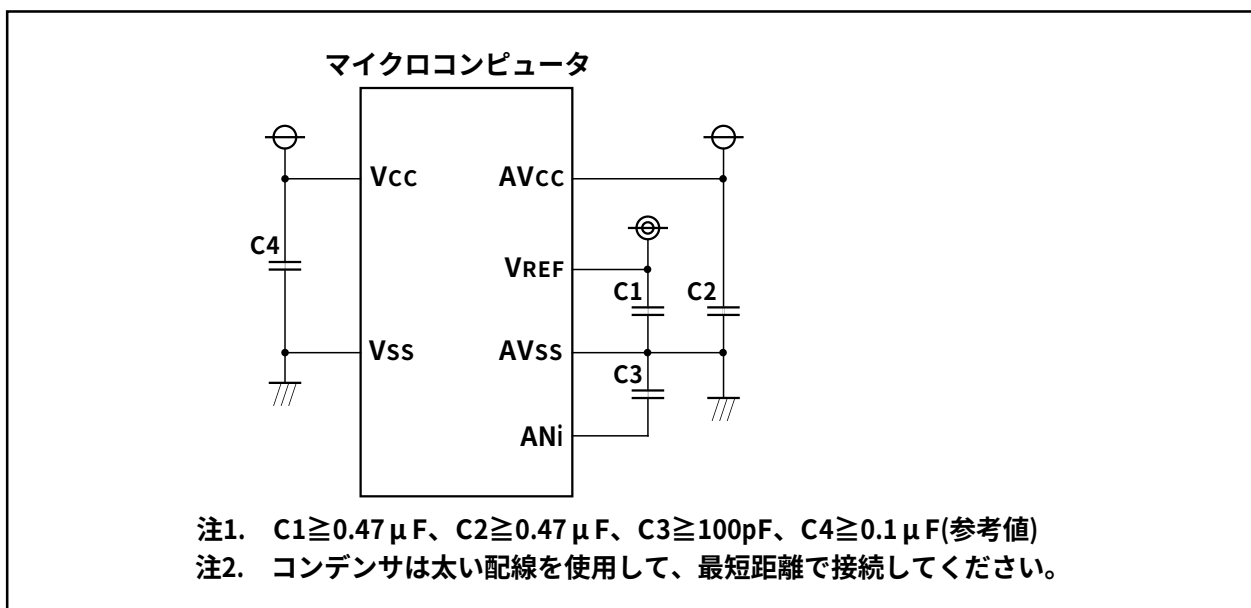

図1.21.10. 各端子のノイズ対策処理例
- (1) アナログ入力端子として使用する端子および外部トリガ入力端子(P97)に対応するポートの方向レジスタは入力に設定してください。
- (2) キー入力割り込みを使用する場合、AN4～AN7は4本ともA-D変換ポートとして使用できません(A-D入力電圧が“L”レベルになると、キー入力割り込みが発生します)。
- (3) ノイズによる誤動作やラッチアップの防止、また変換誤差を低減するため、AVCC端子、VREF端子、およびアナログ入力端子(ANi)とAVss端子の間には、それぞれコンデンサを挿入してください。同様にVCC端子とVss端子の間にもコンデンサを挿入してください。図1.21.10に各端子の処理例を示します。